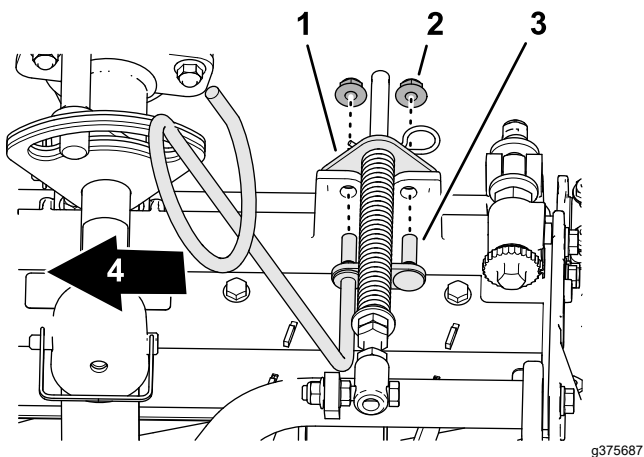

**Figura 9**
4. Montate il bullone senza dado della molla di compensazione per il manto erboso all'aletta destra del telaio portante (Figura 9) con il dado di bloccaggio flangiato ( $\frac{3}{8}$ ").